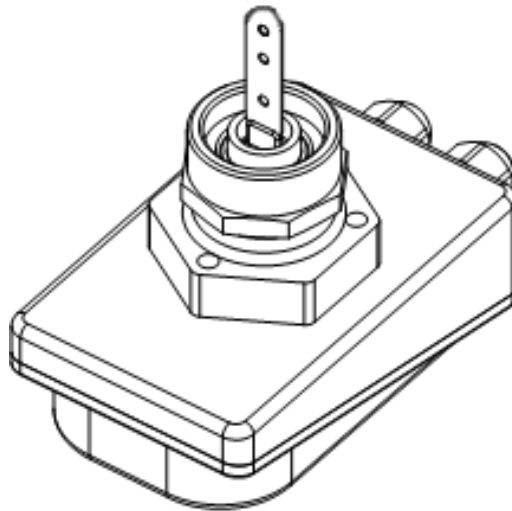

Рисунок 10 – Сигнализатор с установленной футоркой
6.10.4 Перед установкой лопатки установите на сигнализатор футорку G11/4 - G3/4 (рис.10).
6.11.4 Перед установкой лопатки установите на сигнализатор футорку G11/4 - G3/4 (рис.10).